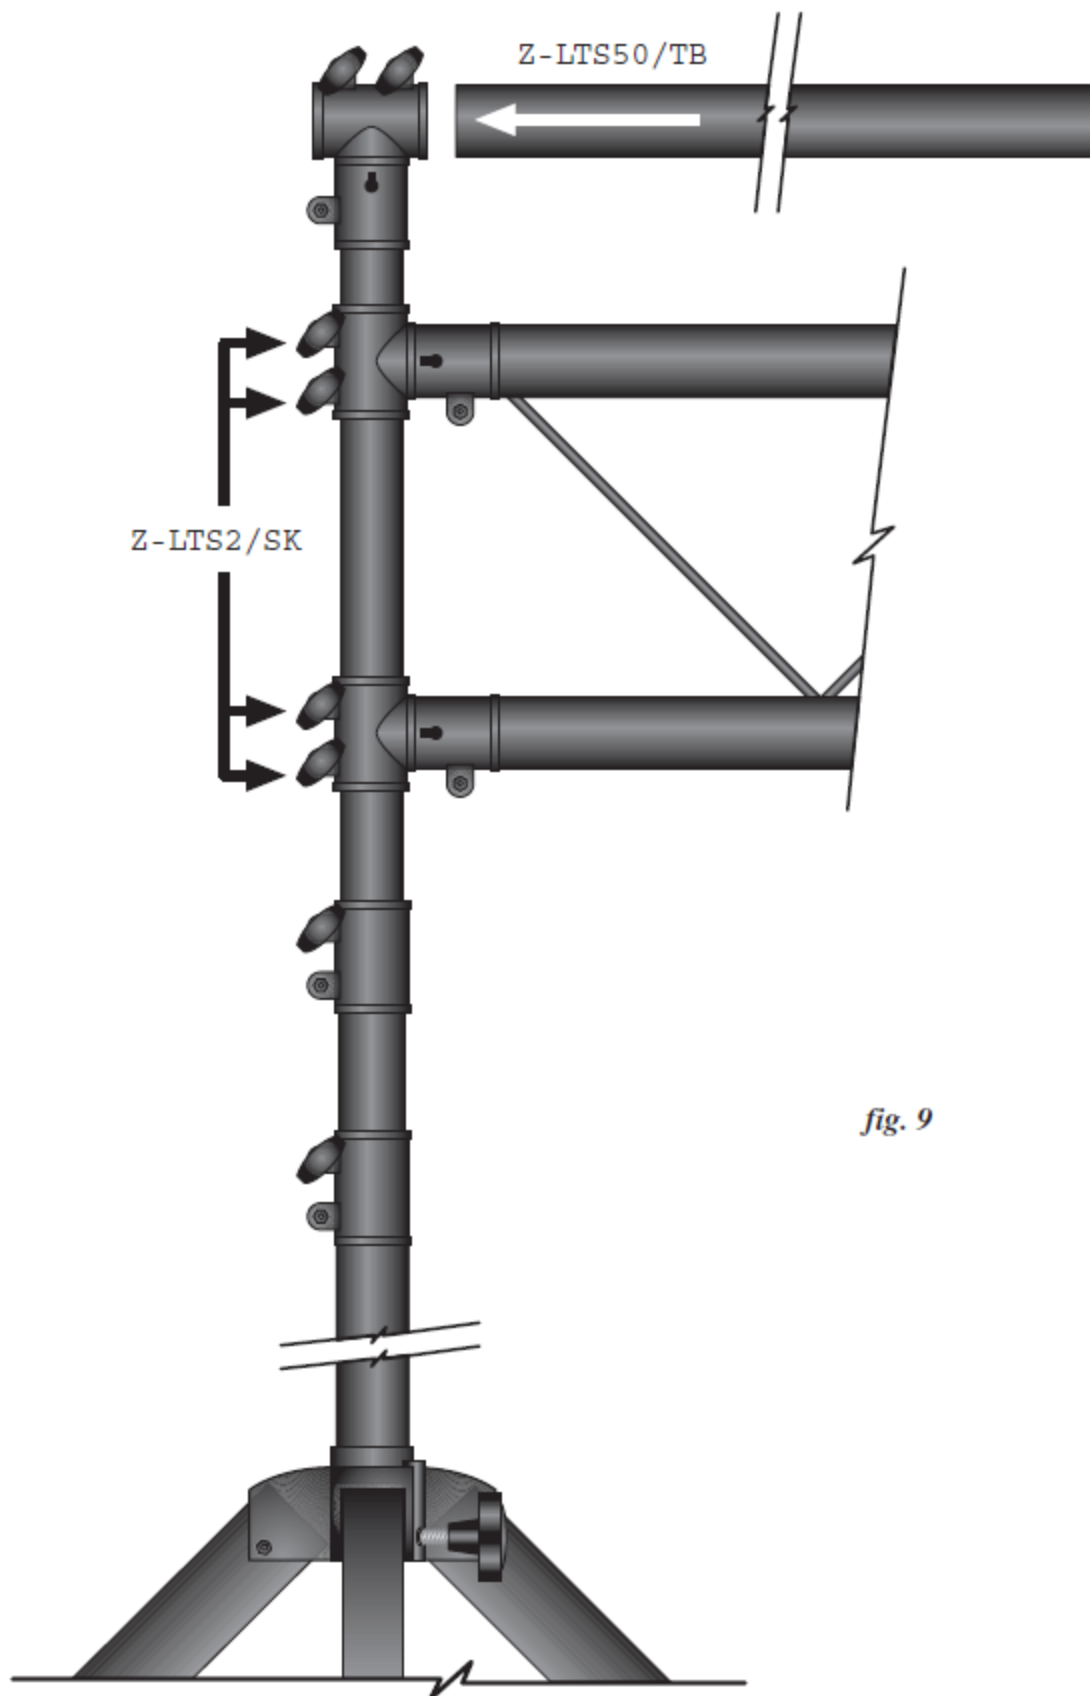

fig. 9
9. Dokręcamy małe śruby na trójnikach na pionowych częściach statywów po obu stronach kratownicy. Wsuwamy dwie belki w oba trójniki na szczytach statywów. (Patrz rys. 9)